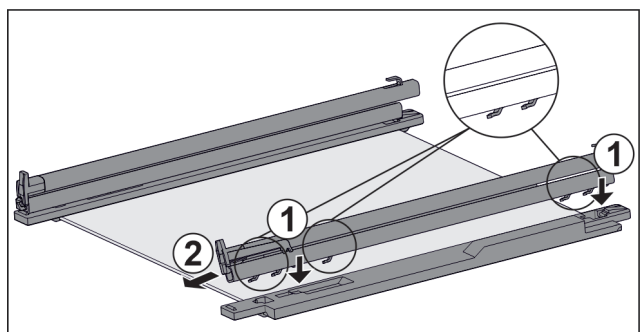

Fig. 100 Glasplaat met rails en vasthouddelen
- ▶ Haken van de rail op de openingen van het **linker** vasthouddel plaatsen. Fig. 100 (1)
- ▶ Rail naar voren trekken. Fig. 100 (2)
- ▶ Haken van de rail op de openingen van het **rechter** vasthouddel plaatsen. Fig. 100 (1)